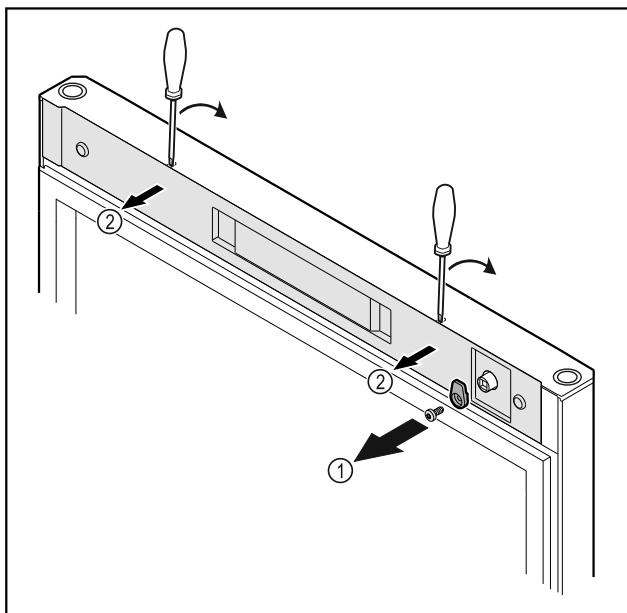

Fig. 19
- Skruva av låskroken Fig. 19 (1).
- Lossa skyddet Fig. 19 (1) med en liten skruvmejsel och ta av det.